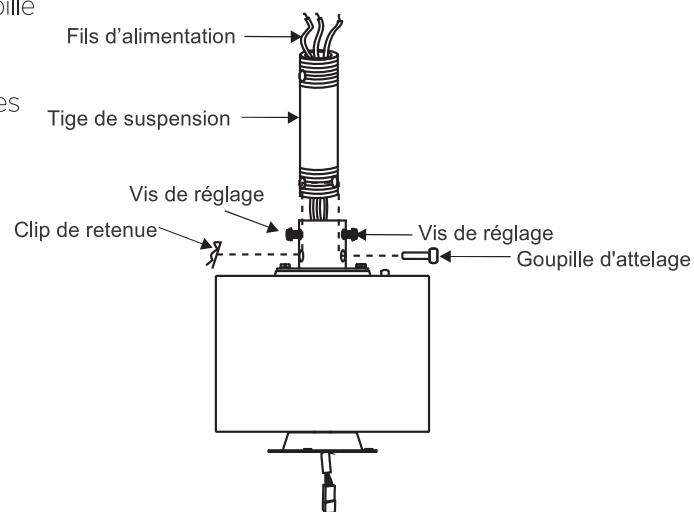

Fig. 8
Étape 6. Desserrez les deux vis de réglage et retirez la goupille d'attelage et le clip de retenue de l'accouplement sur le dessus de l'ensemble moteur (**Fig. 8**).
Remplacez ensuite la goupille d'attelage et le clip de retenue. Serrez les deux vis de réglage (**Fig. 8**).